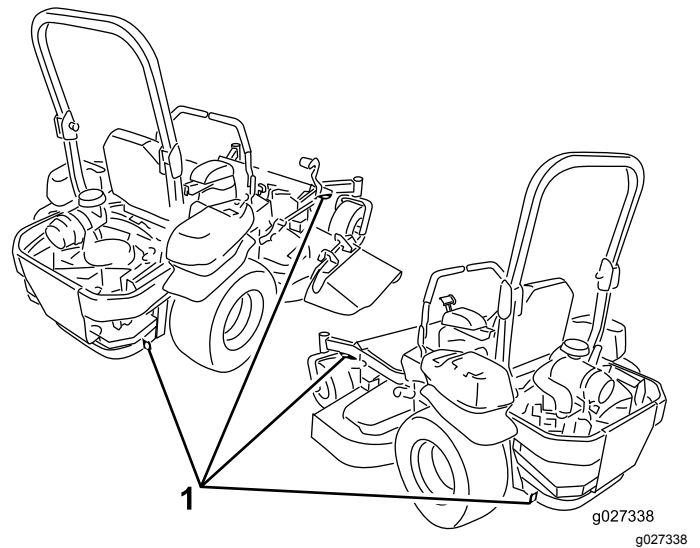

Figure 40
6. Arrimez la machine près des roues pivotantes avant et du pare-chocs arrière à l'aide de sangles, chaînes, câbles ou cordes (Figure 40). Reportez-vous à la réglementation locale concernant les exigences en matière d'arrimage.